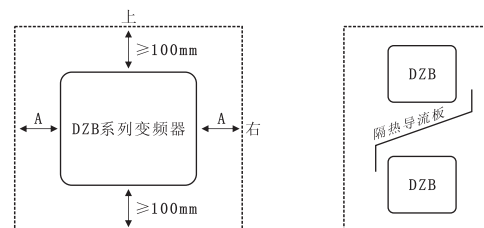

图3-1 DZB系列变频器安装示意图
- 1) 请垂直安装变频器, 便于热量向上散发。但不能倒置。若柜内有较多变频器时, 最好是并排安装。在需要上下安装的情况, 请参考图3-1的示意图, 安装隔热导流板。
- 2) 安装空间照图3-1所示。保证变频器的散热空间。但布置时请考虑柜内其他器件的散热情况。